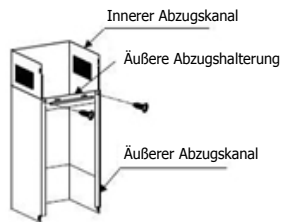

Abb. 5
8. Setzen Sie inneren und äußeren Abzugskanal zusammen und nehmen Sie eine selbstschneidende Schraube (ST4\*8 mm), um die äußere Abzugshalterung am äußeren Abzug zu befestigen. Achten Sie darauf, dass sich der innere Abzugskanal im äußeren Abzugskanal verstellen lässt (siehe Abb. 5).
8. Puneți împreună coșul de fum intern și extern și folosiți șuruburi autofiletante ST4\*8mm pentru a fixa suportul coșului de fum extern pe acesta. Asigurați-vă că coșul de fum intern este reglabil în interiorul coșului extern. Vezi Fig. 5